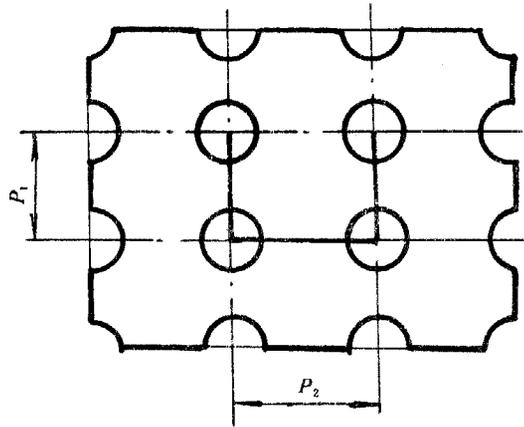
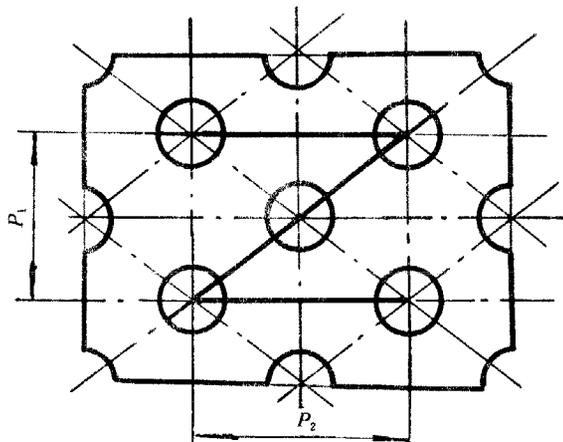
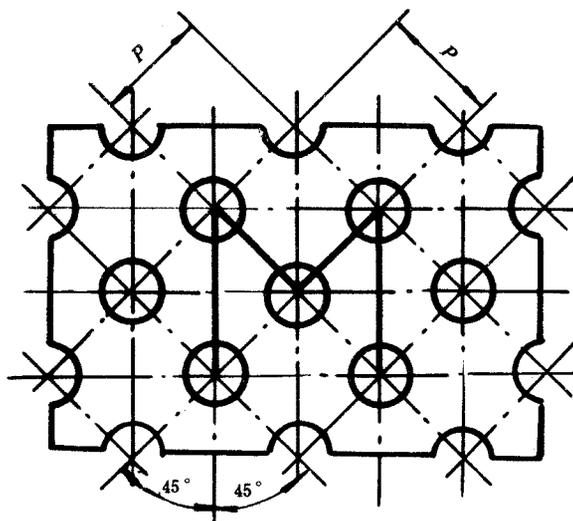
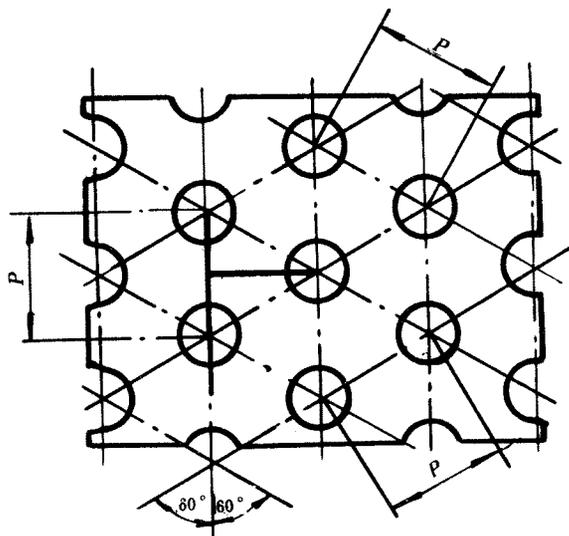

图2 U型排列
图3 Z型排列
图4 M型排列
图5 T型排列
4.3.2 孔的中心点（或中点，下同）位于矩形顶点，排列代号用“U”表示，如图2所示。
4.3.3 孔的中心点位于矩形顶点及矩形对角线交叉点，排列代号用“Z”表示，如图3所示。
4.3.4 孔的中心点位于正方形顶点及正方形对角线交叉点，排列代号用“M”表示，如图4所示。
4.3.5 孔的中心点位于等边三角形顶点，排列代号用“T”表示，如图5所示。
4.4.1 孔距基本尺寸用 P 和 P_1 、 P_2 表示，单位为mm，如图2、图3、图4、图5所示。